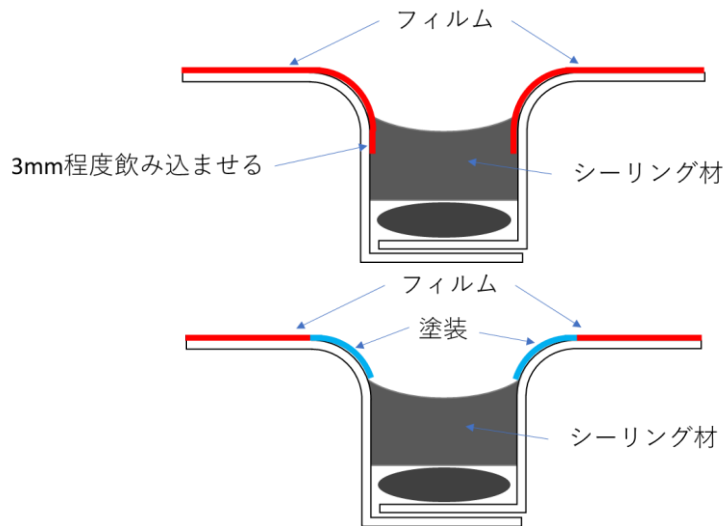

図 3.6.1 納め方例（上：模式図シーリング材打ち換えあり、
- ・ 止水はパネルとシーリング材によって行います。そのため、フィルムのカット位置はパネルトップとバックアップ材のトップの中心程度を目安にカットするようにお願いいたします。納め方の例は図 3.6.1 をご参照ください。